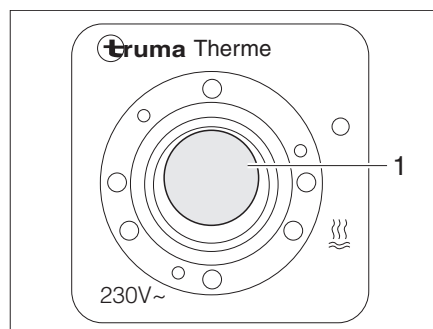

Fig. 134 Conmutador de mando para calentador Therme
El modo de funcionamiento eléctrico se conecta con el conmutador de mando (Fig. 134). La luz de control (Fig. 134,1) del interruptor tiene que encenderse.
- Conectar el conmutador de mando (Fig. 134). La luz de control (Fig. 134,1) del interruptor se enciende.
- Desconectar el conmutador de mando (Fig. 134). La luz de control (Fig. 134,1) en el interruptor se apaga.
- Desconectar el conmutador de mando (Fig. 134). La luz de control (Fig. 134,1) en el interruptor no está iluminada.